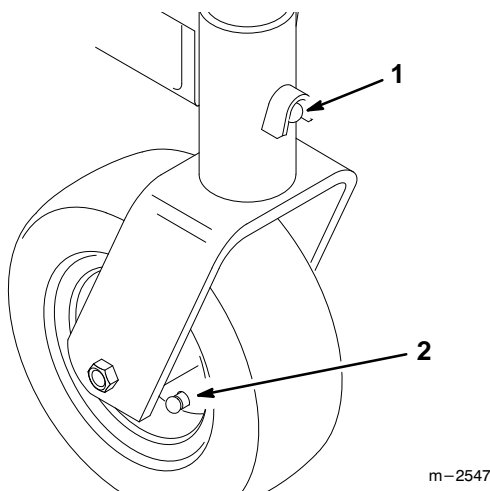

Abbildung 19
4. An den Nippeln an den Trägerrahmen-Montagerohren und Laufrädern Fett auftragen (Abb. 19).